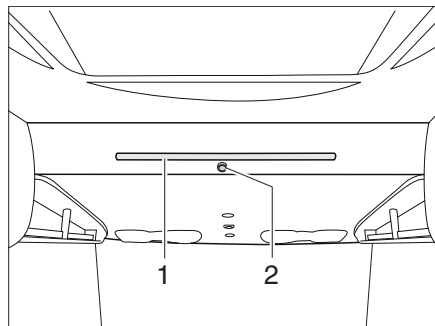

Bild 119 Hubbett manuell
- Den Verriegelungsknopf (Bild 119, 2) ziehen, um das Hubbett zu entriegeln.
- Das Hubbett mit beiden Händen an der Griffstange (Bild 119,1) in einem Bogen nach unten ziehen, bis es hörbar einrastet.
Einhängen: ■ Die Aufstiegsleiter mit den beiden Bügeln in die Griffstange (Bild 119,1) am Hubbett einhängen.